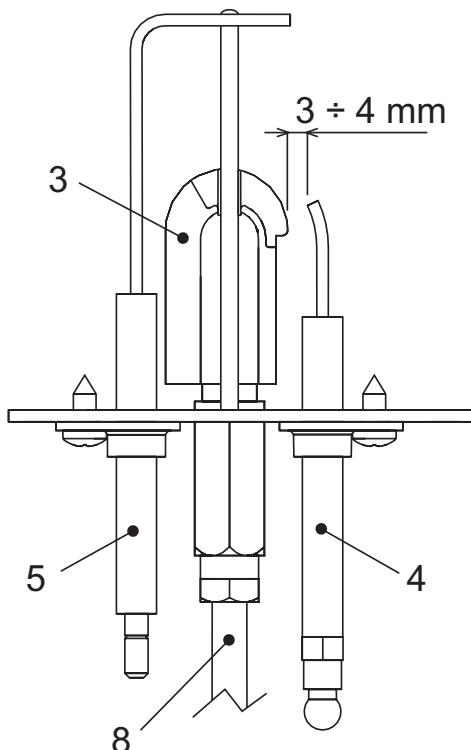

рис. 12 -
- Электроды должны быть установлены правильно и не иметь следов накипи (см. рис. 12).
Проверьте правильность позиционирования электродов, а также отсутствие на них отложений (смотреть рис. 12).